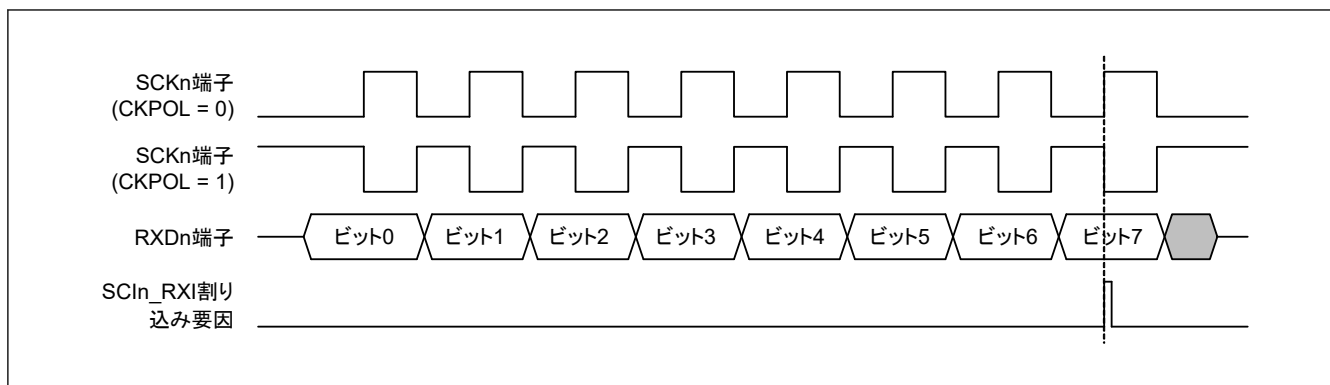

図 27.105 簡易 SPI モードにおける SCIIn\_RXI 割り込みの発生タイミング (クロック遅れあり)
- クロック遅れあり (SPMR.CKPH ビット = 1) では、図 27.105 に示すように、SCKn 端子の最終クロックエッジ手前のクロックエッジで受信データフル割り込み (SCIIN\_RXI) が発生します。SCR レジスタの TE ビットと RE ビットを SCKn 端子の最終クロックエッジより前に 0 にすると、SCKn 端子出力がハイインピーダンスとなり、送受信クロックの最後のクロックパルス幅が短くなります。また、SCIIN\_RXI 割り込みの発生によって、SCKn 端子の最終クロックエッジより前に接続先スレーブの SSn 端子入力信号が High になった場合、スレーブが誤動作する可能性があります。